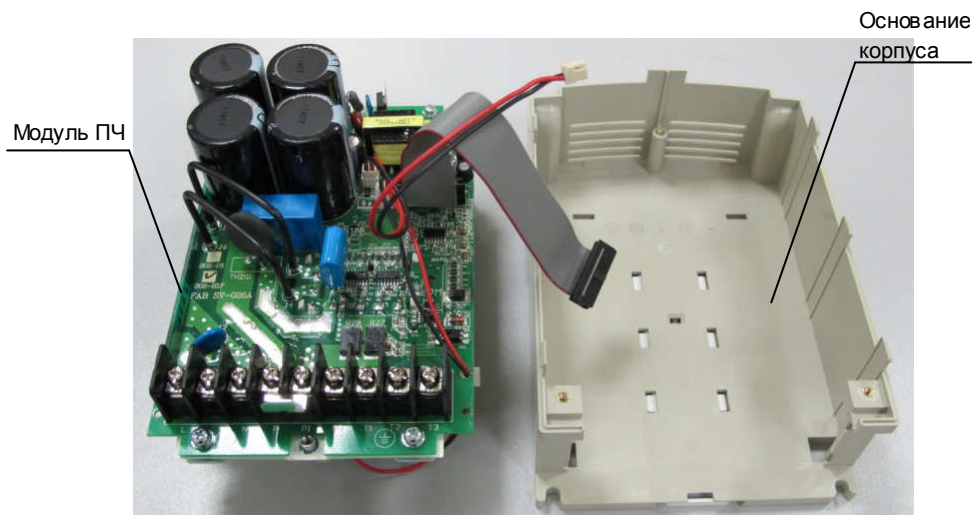

Рис.6.11
7.5.3. Извлечь из основания корпуса модуль ПЧ (рис.6.11).